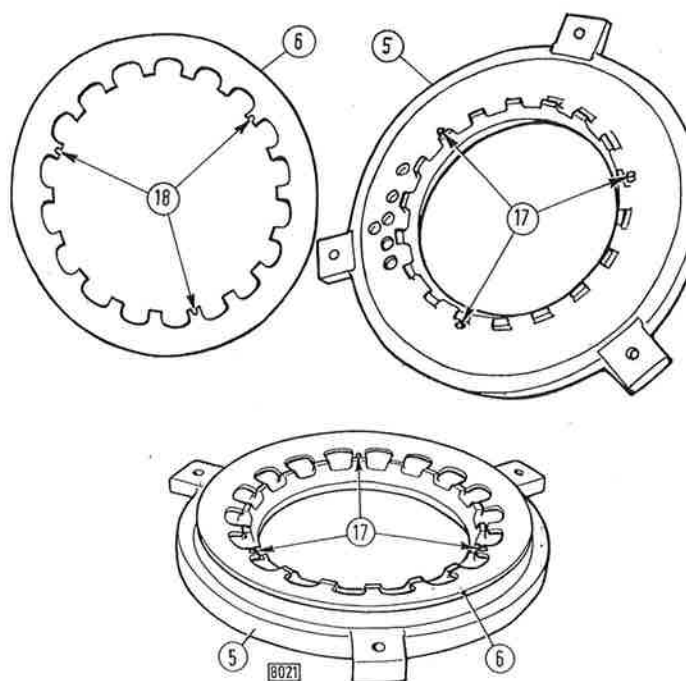

Fig. 73 - Appariage correct du ressort-cuvette (6) et plateau de pression d'embrayage de prise de force (5).
- positionner correctement le ressort-cuvette (6, fig. 73) sur le plateau de pression d'embrayage de prise de force (5), en faisant coïncider les pions de centrage (17) avec les rainures (18);